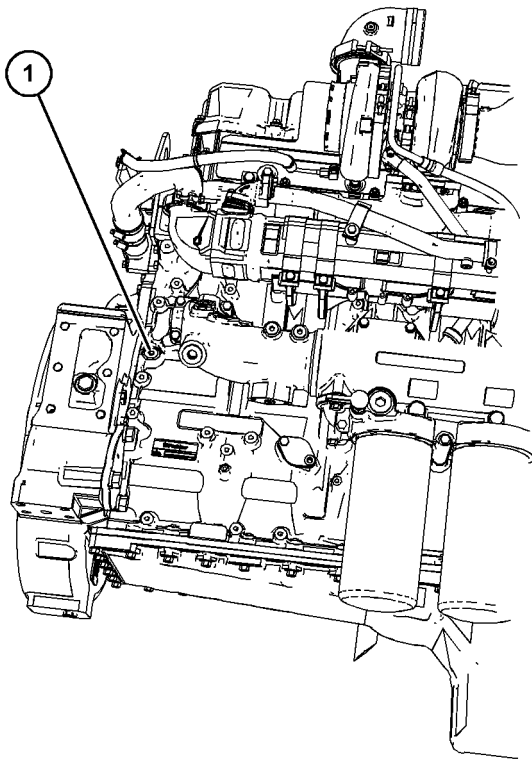

图 36
拆下图 36 中所示的其中一个螺塞，以连接发动机机油系统。所需的连接为 9/16" x 18 tpi。确保使用正确的机油技术规格，请参阅本操作和保养手册，油液建议，了解更多信息。润滑发动机内部表面后，拆下接头并安装塞 (1)。拧紧螺塞至扭矩 30 N·m (265 lb in)。Perkins 建议必须在至少 10° C (50° F) 的环境温度下执行该步骤。